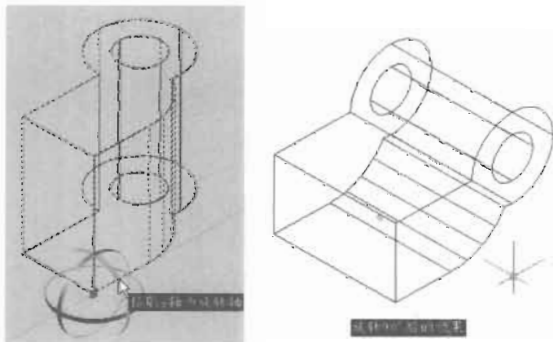

图 14-171
(7) 在命令提示行输入 3drotate 命令并回车, 将实体沿 x 轴旋转 90°, 如图 14-171 所示, 命令执行过程如下。